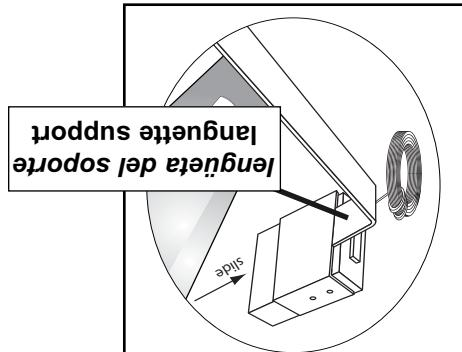

FIG. 4-2 Supports de montage.
- Les fixer à l'aide de 2 vis (Fig. 4-2).
- Centrer le support sur le repère (Fig. 4-2).
• Apriete cada uno con 2 tornillos (Fig. 4-2).
• Centre el soporte en su marca (Fig. 4-2).